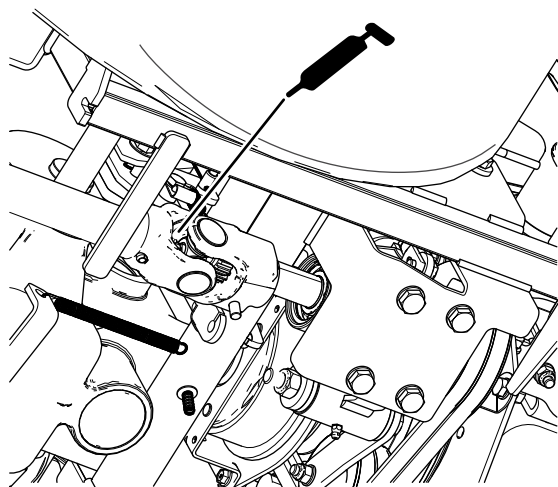

Figure 47
- Cardan arrière de l'arbre de transmission sur la PDF (Figure 47).